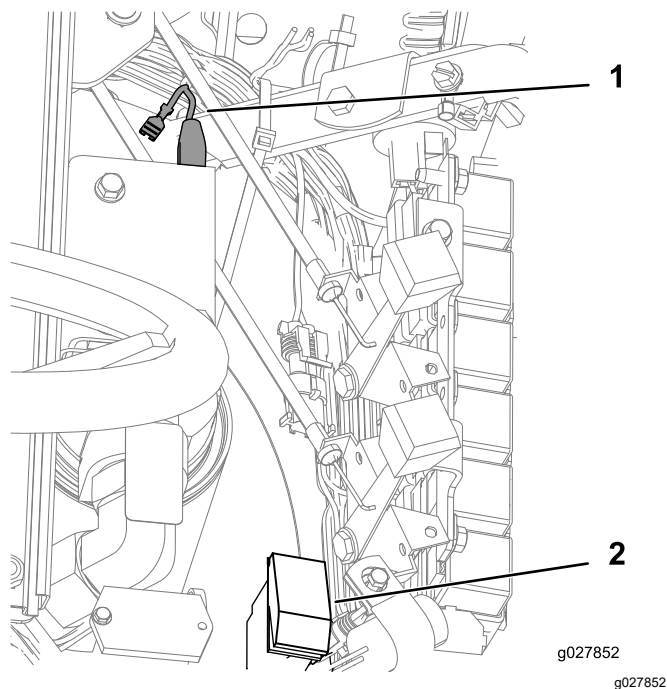

Figura 6
1. Disponete il cablaggio del kit luci dai gruppi luci sul ROPS ai morsetti del kit luci (J13 e J14) sul cablaggio della macchina, situato dietro al sedile (Figura 6).